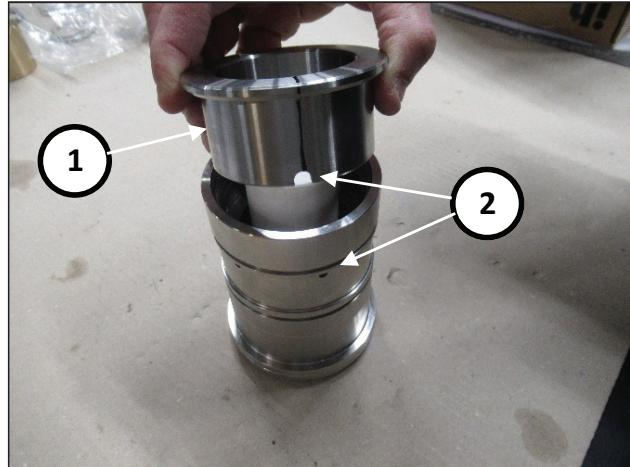

Fig. 177
Inserire l'anello esterno dell'attrezzo cod.27945400 (pos. ①, Fig. 177) orientando le aperture in corrispondenza dei fori della camicia (pos. ②, Fig. 177).